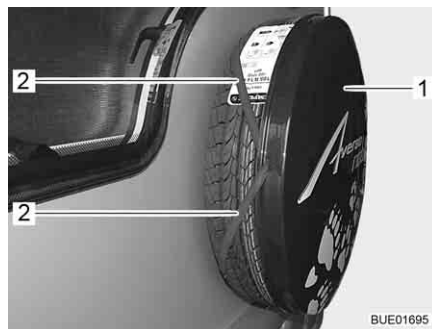

Fig. 232 Piastra di copertura
- Rimuovere la piastra di copertura (Fig. 232,1). A tal fine togliere le fasce in gomma (Fig. 232,2) dallo pneumatico.